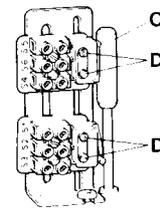

Fig.6
6. Desserrer les vis de fixation 'D' et faire glisser le bloc d'interrupteur au même niveau que la tige 'C', qui enclenche par contact l'enclenchement de l'auxiliaire (fig.6). Le maintenir dans cette position et bloquer les vis.